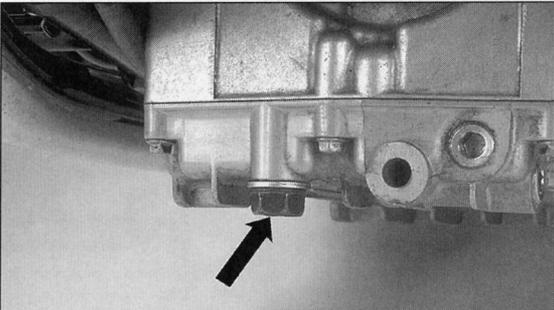

Bild 53
- Ölablass-Schraube (Bild 53) ausdrehen.